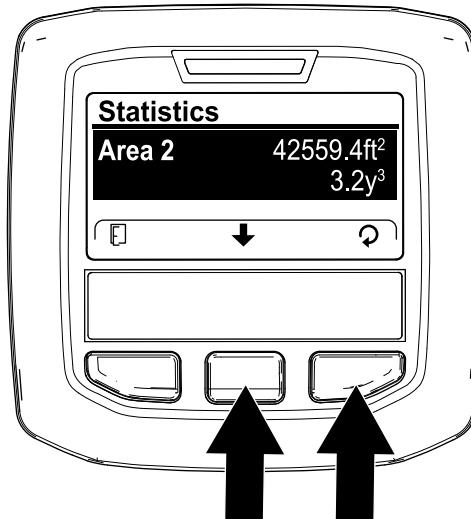

Рисунок 109
3. На экране STATISTICS (Статистика) нажимайте среднюю кнопку инфо-центра, пока не будет выбрана опция AREA 2 (Зона 1) (Рисунок 109).